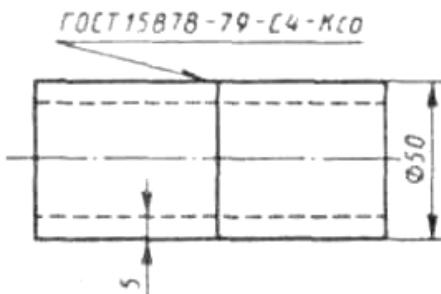

Рис. 43
2. Начертите и опишите циклограмму процессастыковой сварки оплавлением. Объясните, за счет чего происходит процесс сварки труб (рис. 43) из стали марки Ст3. Производство массовое. Укажите подготовку заготовок под сварку. По площади сечения свариваемых заготовок выберите тип машины и укажите ее технические данные. По значениям j ($\text{A}/\text{мм}^2$) и p ($\text{мН}/\text{м}^2$) определите сварочный ток и усилие осадки. Определите установочную длину с учетом припуска на оплавление и осадку и время сварки изделия. Укажите возможные дефекты и причины их возникновения.